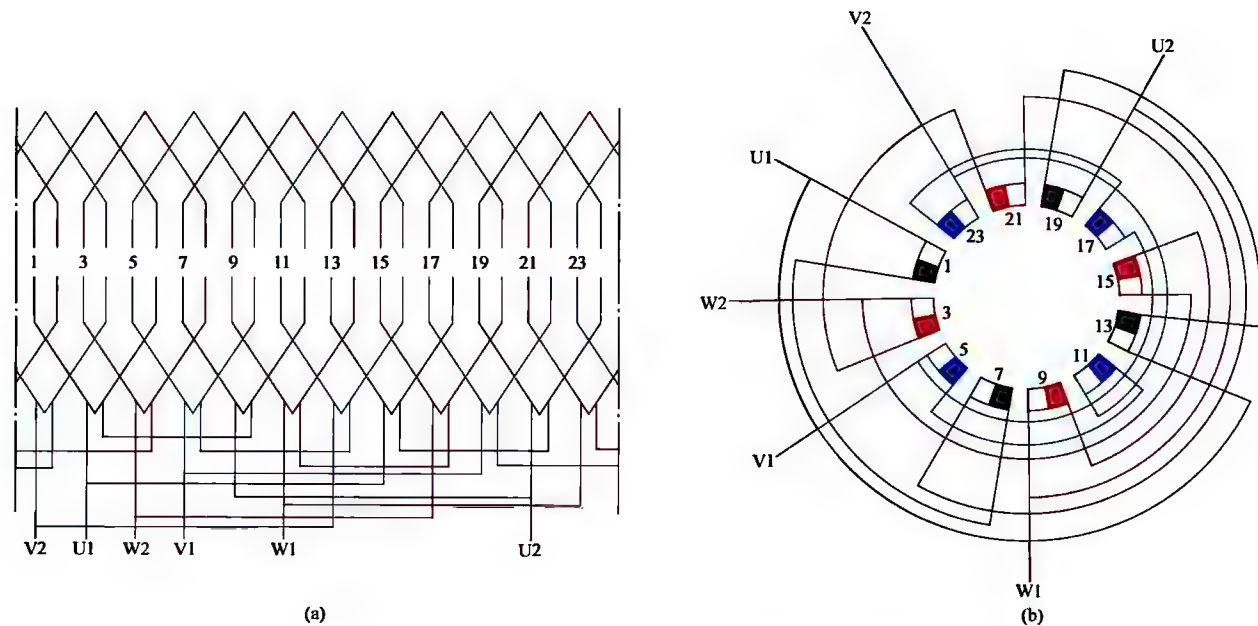

图 1-21 三相 4 极 24 槽单层链式绕组 2 路接法
21. 三相 4 极 24 槽单层链式绕组 2 路接法展开图与接线圆图 (见图 1-21)